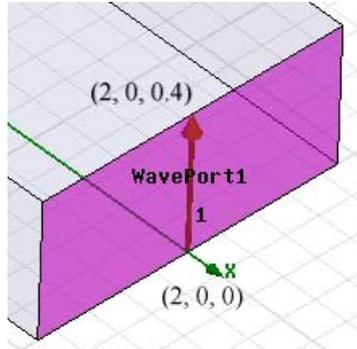

Рис. 6.8. Выбор начальной и конечной точки импедансной линии порта *WavePort1*
8. Выберите координаты конечной точки  $(2, 0, 0.4)$ , щелкая точку в центре верхней стороны волновода (рис. 6.8).